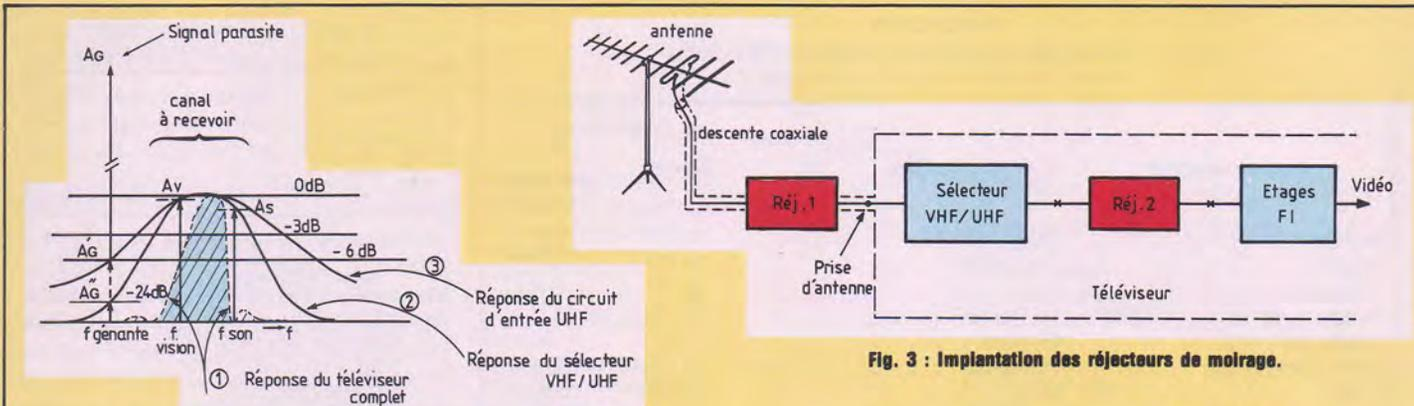

Fig. 1 : Différentes sélectivités d'un téléviseur selon l'étage intéressé par les signaux captés par l'antenne.
sélecteur VHF-UHF n'est pas encore assez grande pour éliminer complètement les fréquences environnantes. Ainsi, si nous nous reportons à l'exemple de la figure 1, les différences de niveau entre les signaux peuvent expliquer la possibilité d'un moirage : la réponse globale (1) du téléviseur semble éliminer tous les composantes extérieures au canal à recevoir ; cette propriété est due au gabarit particulier des étages FI. La sélectivité (2) du sélecteur VHF/UHF est évidemment moins grande et n'affaiblit pas tout à fait la fréquence gênante (niveau  $A'_G$  à  $-24$  dB du niveau réel  $A_G$ ). Mais au niveau de l'entrée UHF, le seul circuit qui s'y trouve – quand il s'y trouve ! – n'affaiblit guère (voir courbe 3).